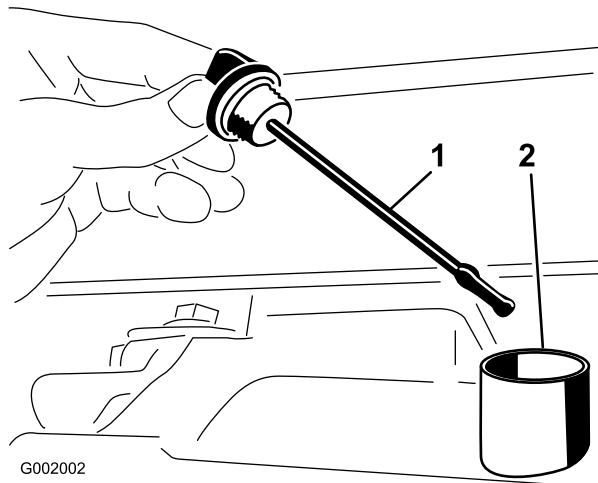

Figure 61
2. Retirez la jauge de la boîte-pont et essuyez-la sur un chiffon propre (Figure 61).